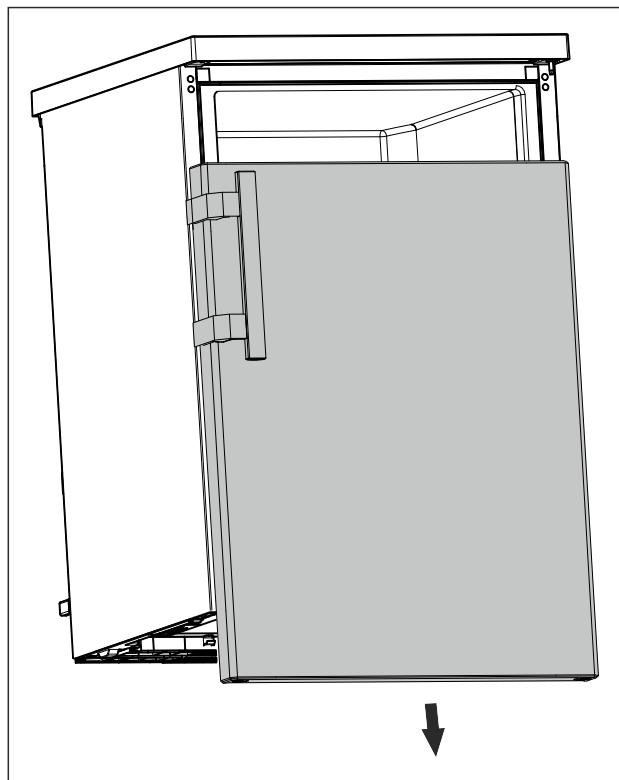

Fig. 16
- ▶ Зніміть дверцята в напрямку вниз. (див. Fig. 16)